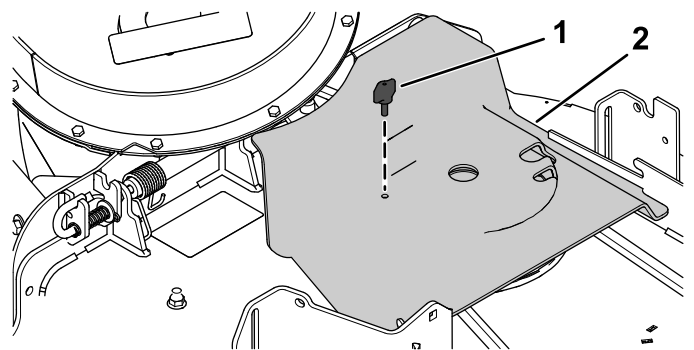

Bild 31
5. Setzen Sie die Gebläseriemenabdeckung auf den Gebläseriemen und befestigen sie mit dem Riemenhandrad (Bild 31).